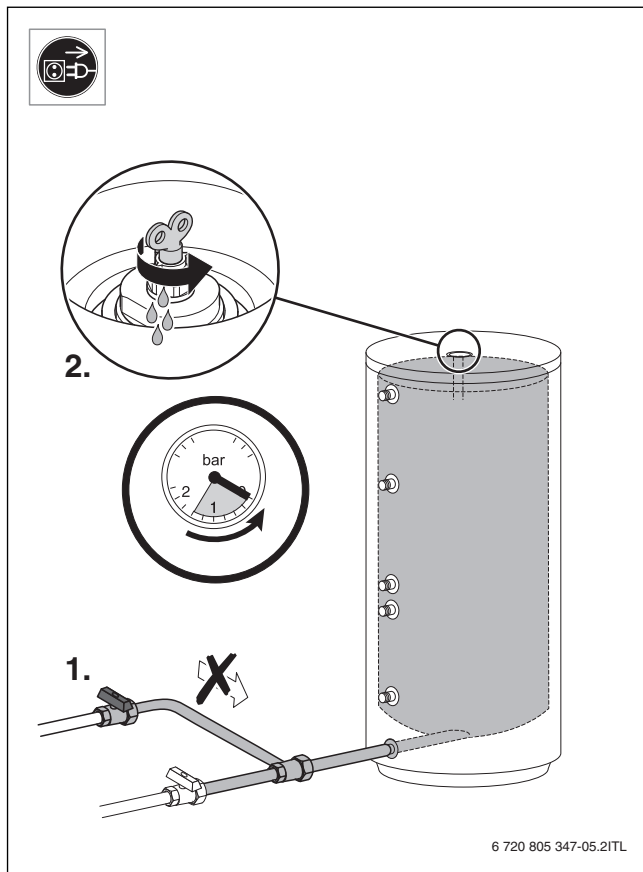

Fig. 19
- Absperrventile schließen (→ Fig. 19, Seite 12).
- Speicher absperren und ein Entlüftungsventil öffnen (→ Fig. 19, Seite 12).